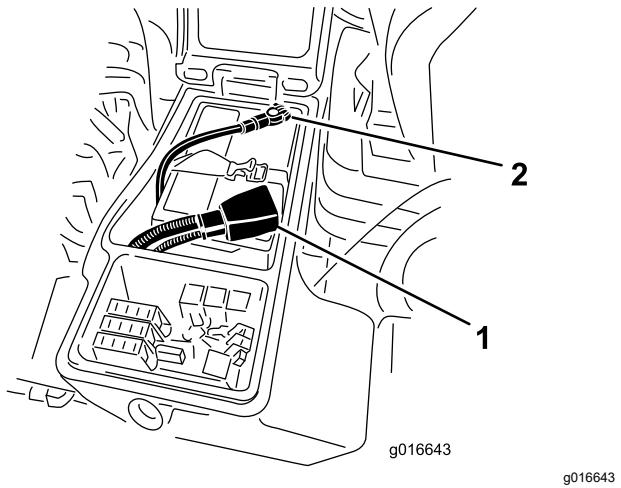

Bild 122
3. Trennen Sie das Minuskabel (-) von der Batterie (Bild 122) ab.